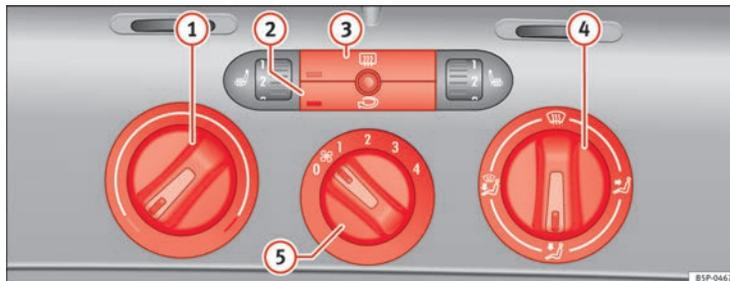

Fig. 127 Comandos do aquecimento no painel de instrumentos
- Com os reguladores ⇒ Fig. 127 ① e ④ e com o comando ⑤ regula-se a temperatura, a distribuição do ar e a velocidade da turbina.
- Pressionar o respectivo botão ② ou ③, para ligar e desligar uma função. Quando a função está activa, a janela que se encontra no canto inferior esquerdo do botão ilumina-se.